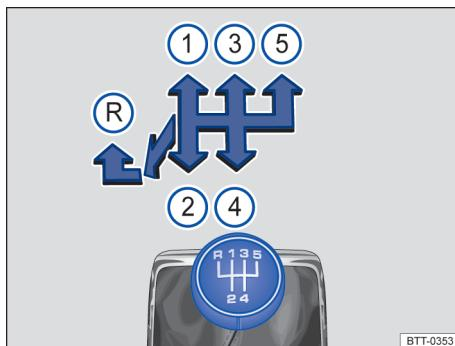

Fig. 94 Esquema de troca de marchas da transmissão manual de 5 marchas.
As posições de cada uma das marchas estão representadas na alavanca de troca de marcha → Fig. 94.
- Empurrar a alavanca de troca de marcha totalmente para a esquerda e depois para frente até a posição da marcha a ré → Fig. 94 ①.